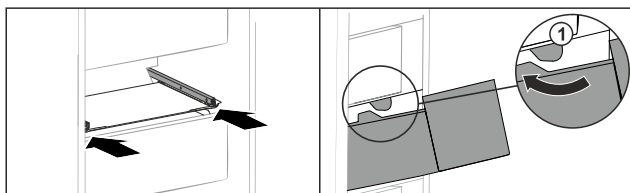

Fig. 204
- Guider le tiroir en contournant les butées Fig. 204 (1).